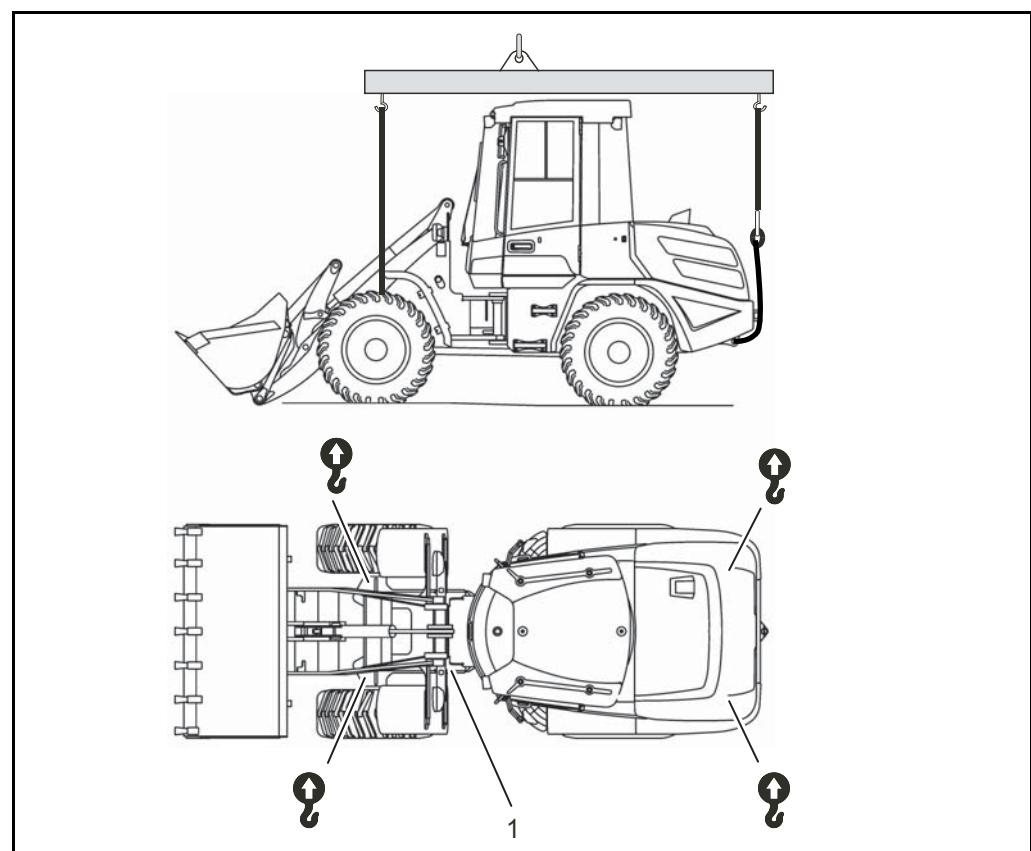

Fig. 8-3 Manutention du matériel par grue
- ◆ Fixer correctement la machine à l'aide d'un engin de levage 4 points aux points marqués (Fig. 8-3) prescrits.